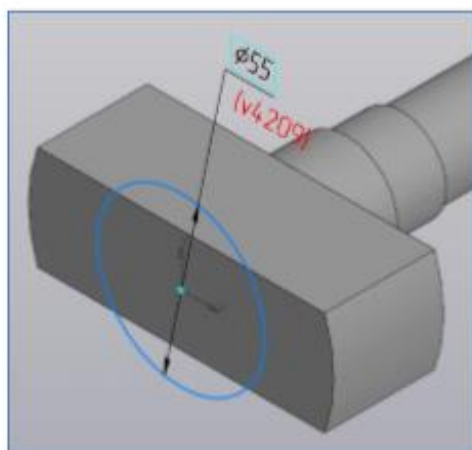
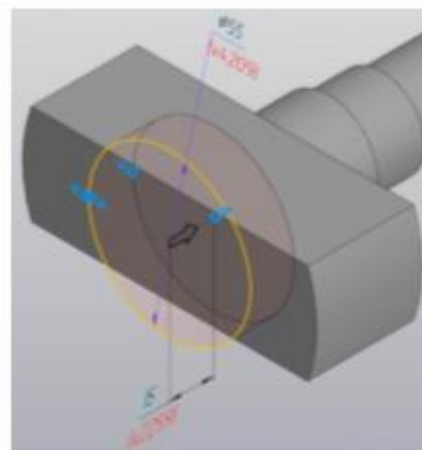

Рис. 118
Рис. 119
- 13) Выполните вырез. Эскиз – рис. 118, операция **Вырезать выдавливанием** – рис. 119.